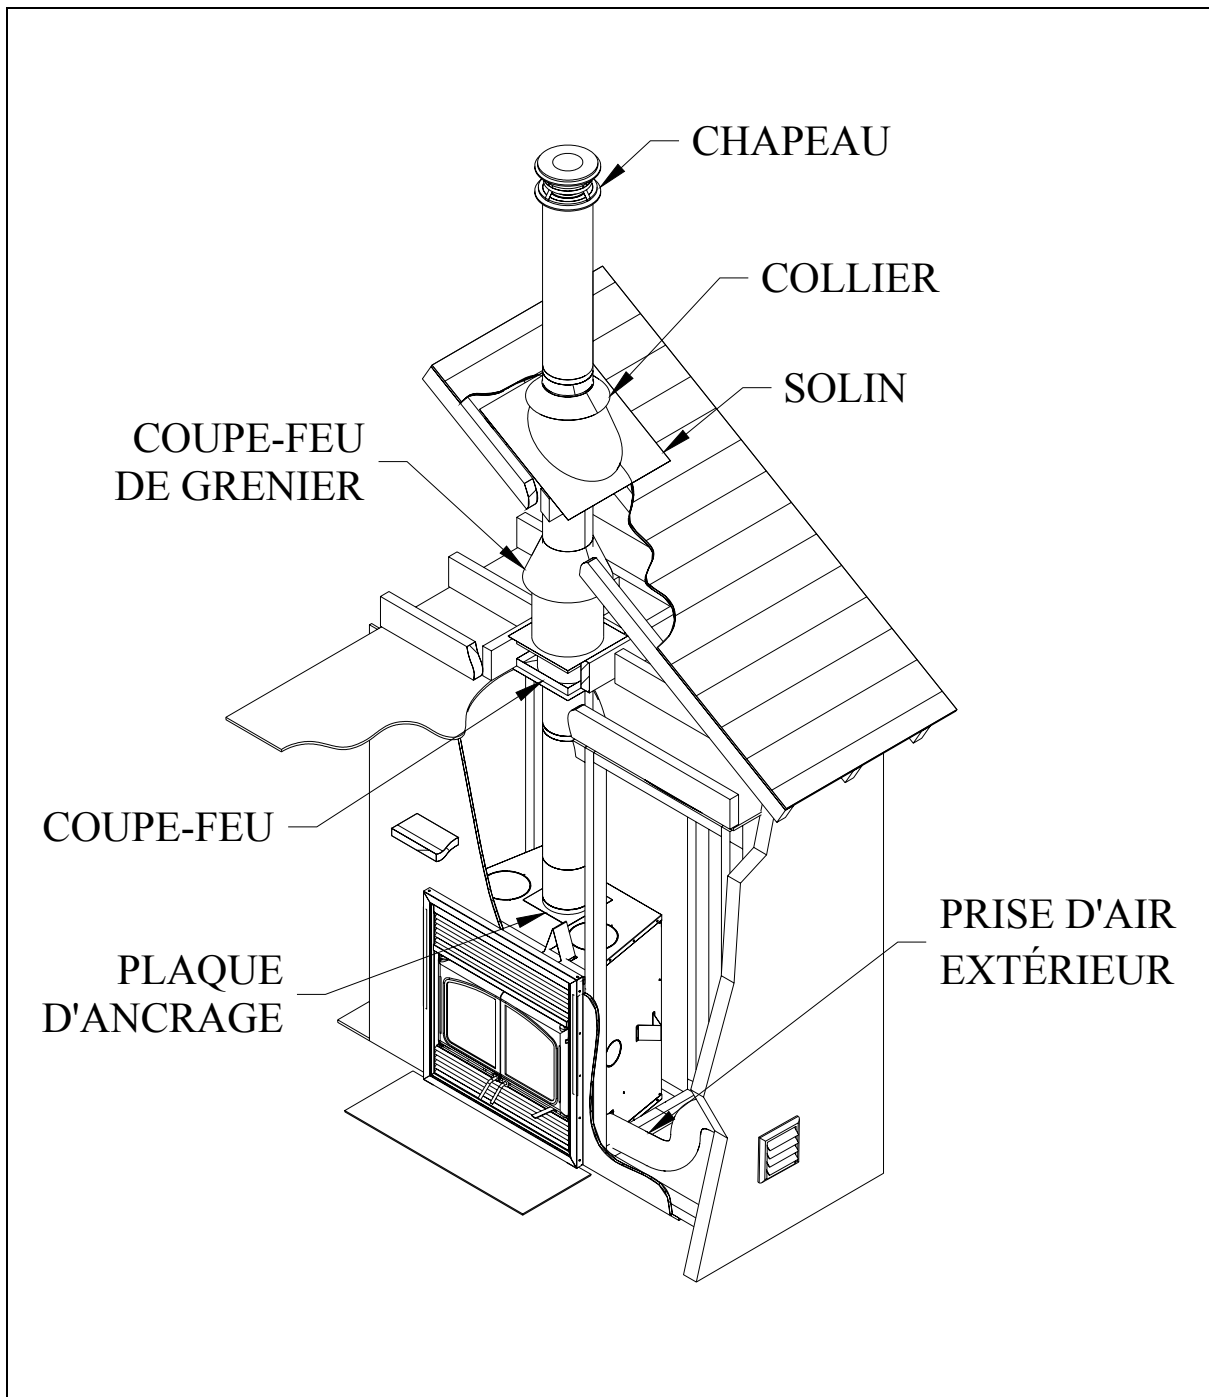

Figure 24
2. En vous plaçant sous le plafond, installez un coupe-feu fourni par le fabricant de la cheminée à chaque étage où passera la cheminée. Placez-vous dans le grenier, pour installer un coupe-feu de grenier (voir figure 24).
3. En suivant les instructions du fabricant de cheminée, placez la première section de cheminée sur le foyer. Pour toutes les cheminées, vous devez utiliser une plaque d'ancrage fournie par le fabricant de la cheminée avant d'installer la première section de cheminée (voir figure 24). Continuez à installer des sections de cheminée en vous assurant de verrouiller chaque section en place.
5. Placez en suite le solin de toit et scellez le joint entre le toit et le solin avec du goudron à toiture (voir figure 24). Sur un toit en pente, insérez le solin sous le bardeau supérieur et par-dessus les bardeaux inférieurs. Clouez le solin en utilisant du clou à bardeau.
5. En vous plaçant en dessous, installez un coupe-feu fourni par le fabricant de la cheminée (voir figure 24).